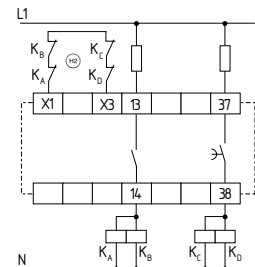

Fig. 21
**Comando de dois canais com circuito de retorno (ver Fig. 21)**